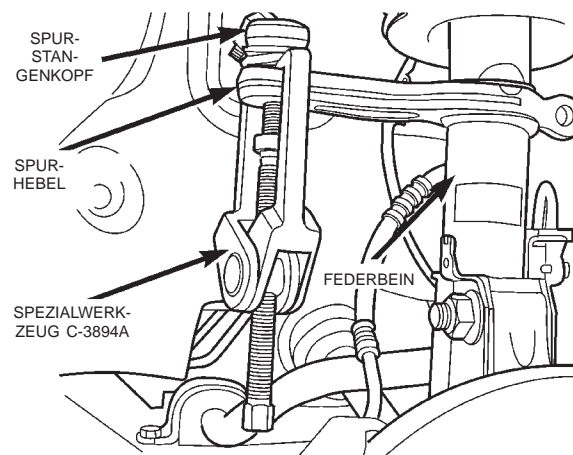

Abb. 28 Spurstangenkopf vom Spurhebel abbauen
(5) Spurstangenkopf mit Abzieher, Spezialwerk-zeug C-3894-A, ausbauen (Abb. 28).
(6) Spurstangenkopf aus der Einstellhülse heraus-drehen.